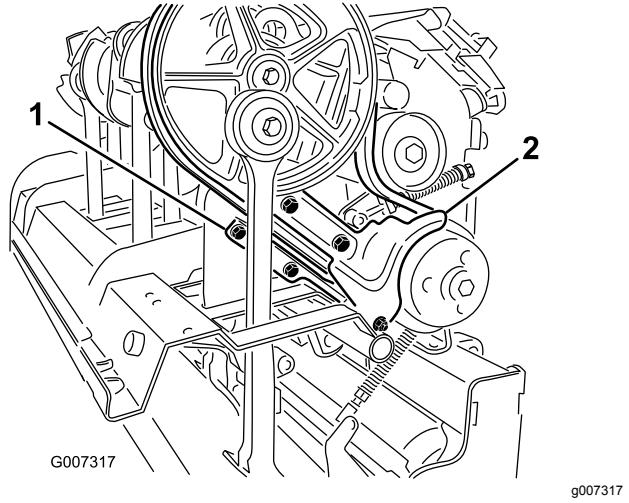

Figura 37
- Retire os fixadores que prendem a proteção contra sujidade e a proteção da correia inferior (Figura 37). Retire a proteção contra sujidade e a proteção da correia inferior.